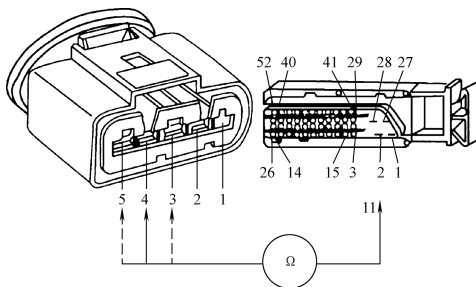

图 1-179 空气流量传感器插头与控制单元的导通性
(3) **检测线束导通性（断路）**（图 1-179） 关闭点火开关，拔下空气流量传感器的插头，拔下电控单元的线束插接器，用万用表检测插头 3 端子与电控单元插接器的 12 端子间的电阻值，标准值应小于 1Ω。用万用表检测插头 4 端子与电控单元插接器 11 端子间的电阻值，标准值应小于 1Ω。用万用表检测插头 5 端子与电控单元插接器 13 端子间的电阻值，标准值应小于 1Ω。